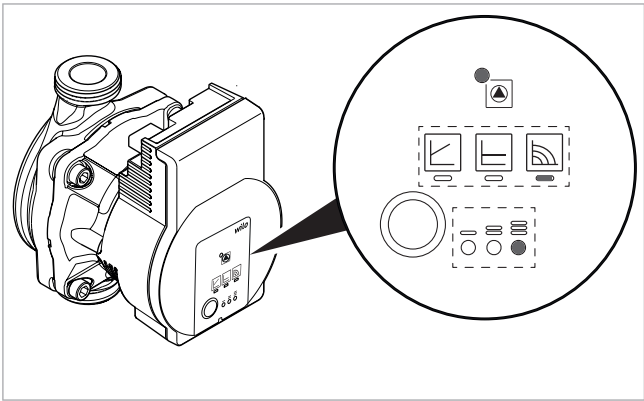

Fig. 117: Configuración básica (revoluciones constantes, curva característica III)
** Con la 9.ª pulsación del botón se vuelve a la configuración básica (revoluciones constantes/curva característica III, véase fig. 117).